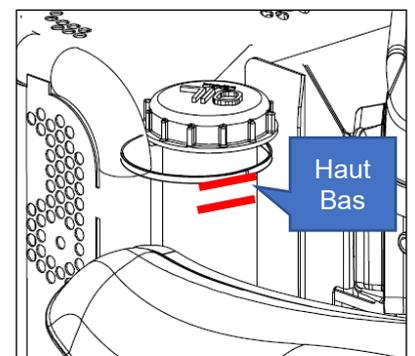

Figure 23
NIVEAU D'HUILE HST (FIGURE 23)
- Sinon, ajoutez de l'huile pour atteindre le repère «UP» dans le réservoir d'huile (Figure 23)